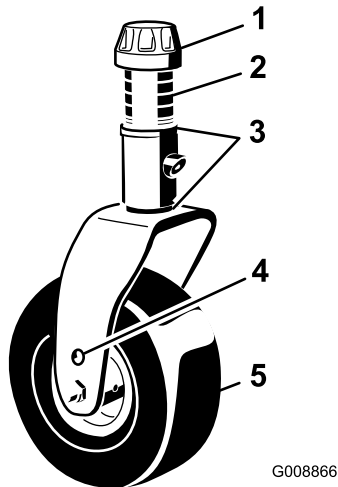

Figura 27
3. Ajuste los suplementos de 3 mm de las horquillas de las ruedas giratorias delanteras hasta que la altura de corte se corresponda con la marca de la pegatina (Figura 27); consulte Ajuste de la inclinación de la carcasa de corte (página 64).